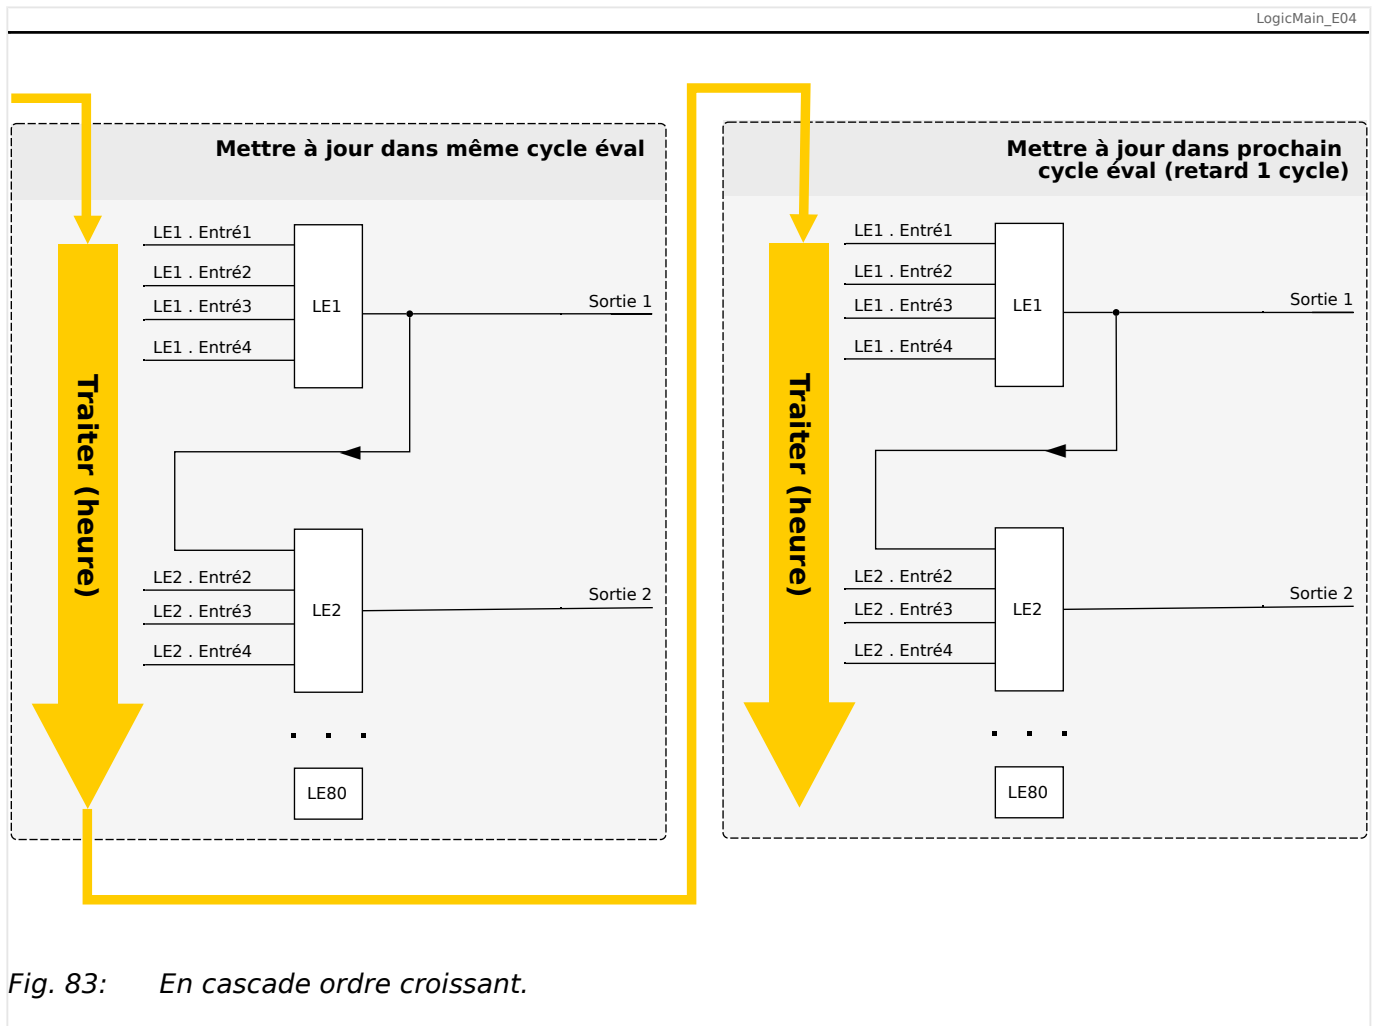
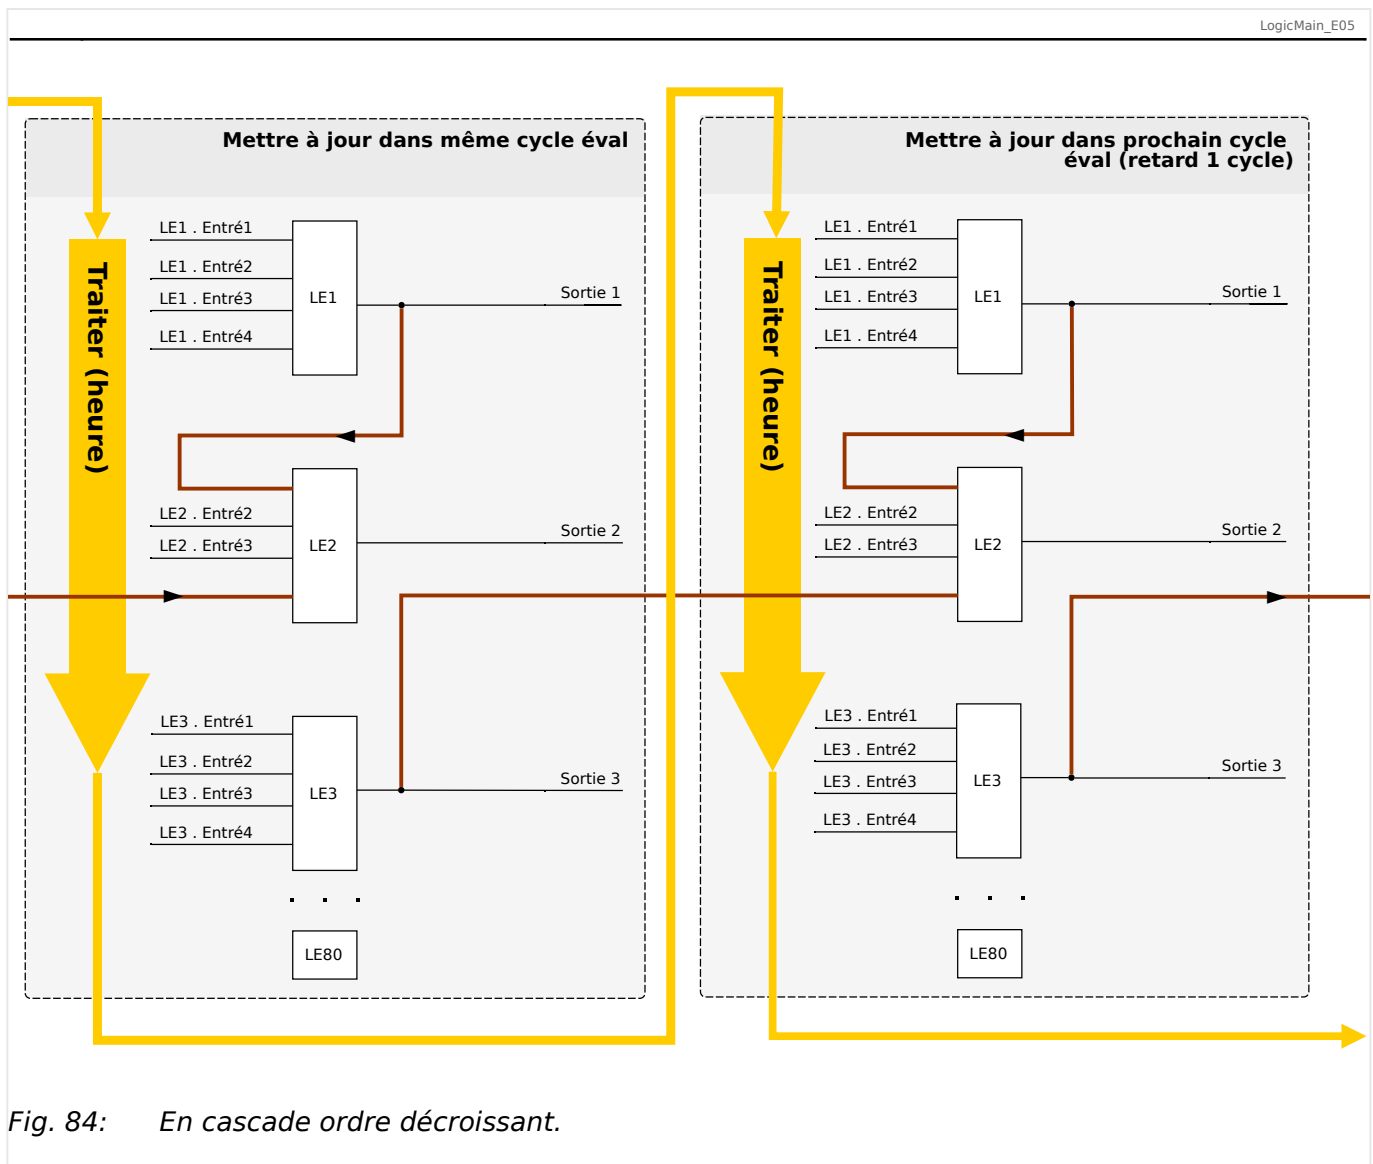

Fig. 83: En cascade ordre croissant.
Fig. 84: En cascade ordre décroissant.
- Dans une séquence **ascendante**, certaines sorties sont injectées en entrée dans une équation logique portant un numéro **plus élevé**. Par exemple, le schéma  Fig. 83 ci-dessous indique que le résultat de l'équation logique LE1 est utilisé en tant qu'entrée de l'équation logique LE2.
- Dans une séquence **descendante**, certaines sorties sont injectées en entrée dans une équation logique portant un numéro **plus bas**. Par exemple, le schéma  Fig. 84 indique que le résultat de l'équation logique LE3 est utilisé en tant qu'entrée de l'équation logique LE2.
Les séquences ascendantes et descendantes peuvent être utilisées et combinées les unes avec les autres, sans différence immédiate. Toutefois, en raison de l'évaluation de toutes les équations par ordre ascendant, les valeurs de temps de fonctionnement réelles qui sont injectées en entrée d'une équation auront un « âge » différent, comme on peut le voir dans  Fig. 83 et  Fig. 84 ci-dessous.
Dans l'exemple présenté dans Fig. 84 ci-dessus, l'équation logique « 2 » utilise les états de sortie de deux autres équations, les équations logiques « 1 » et « 3 ». Le résultat de l'équation logique « 1 » est utilisé dans l'ordre ascendant. Il a par conséquent été évalué au cours du même cycle de traitement. Le résultat de l'équation logique « 3 » est utilisé dans l'ordre descendant. Il a par conséquent été évalué au cours du cycle de traitement précédent.